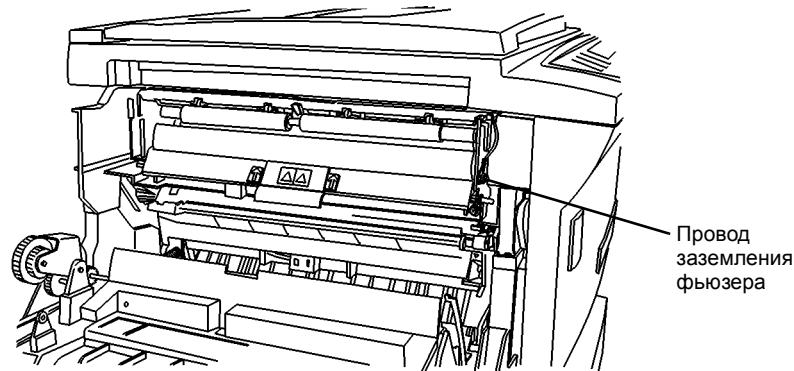

Рисунок 1 Провод заземления фьюзера
- iii. Откройте левую дверцу и подсоедините другой зажим к земле фьюзера (Рисунок 1).